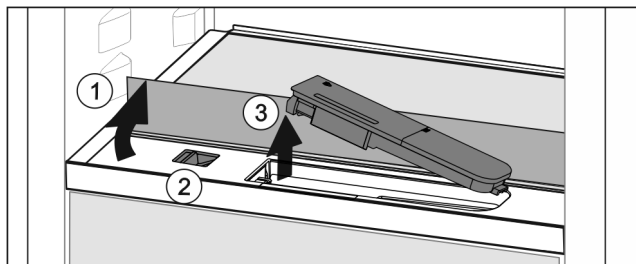

Fig. 43
- ▶ Podignite staklenu ploču i otklopite je do graničnika prema natrag Fig. 43 (1).
- ▶ Pomaknite Fig. 43 (2) klizač ulijevo.
- ▶ Izvadite spremnik za vodu Fig. 43 (3).